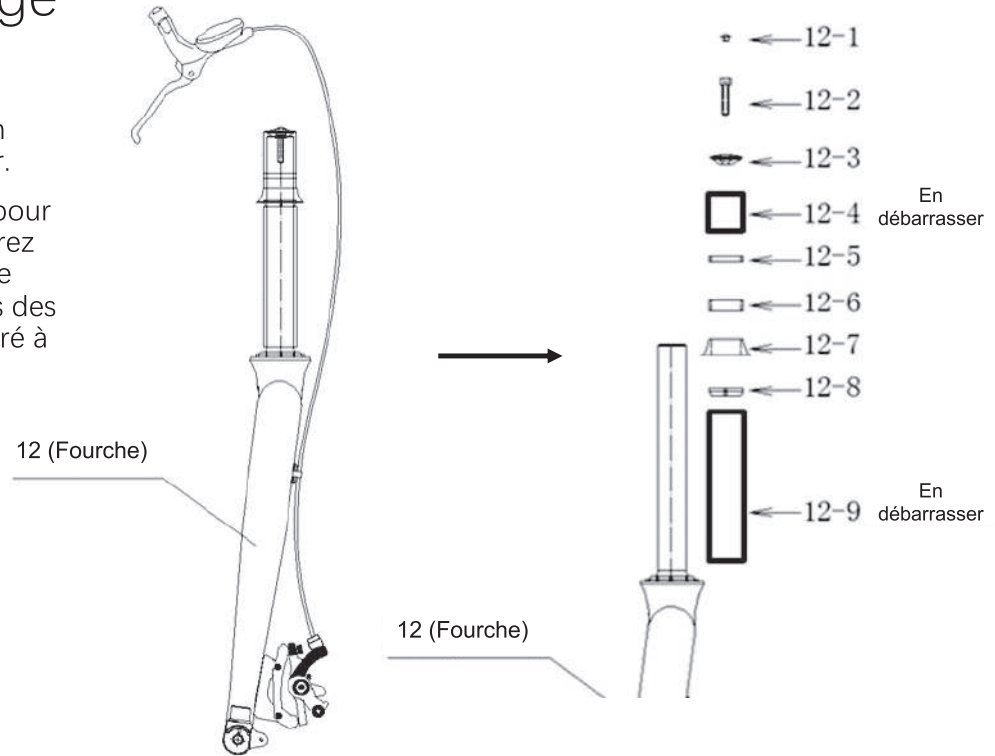

Figure 21.
c. Utilisez une clé Allen de 5 mm pour retirer le boulon (pièce 12-2), retirez toutes les pièces de la fourche une par une, et puis débarrassez-vous des pièces 12-4 et 12-9, comme illustré à la Figure 21.